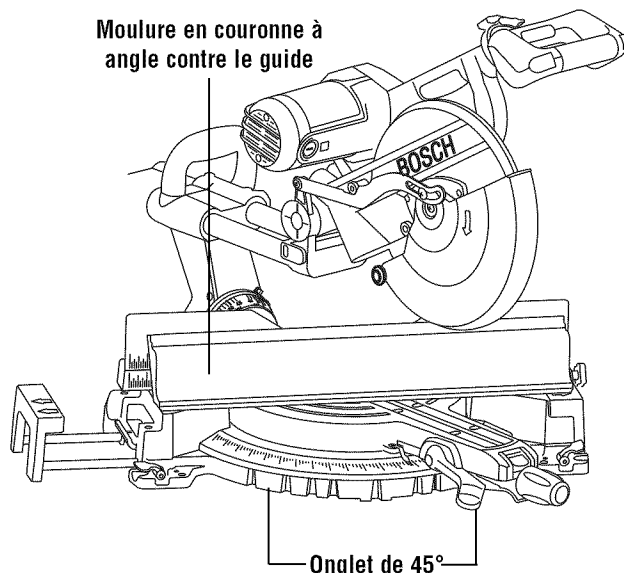

Figure 36. Moulure en couronne à angle par rapport à la table et au guide
2. Pour les coins à 90°, réglez l'angle d'onglet en vous servant du tableau ci-dessous. Serrez les boutons de blocage de l'onglet (Figure 36).